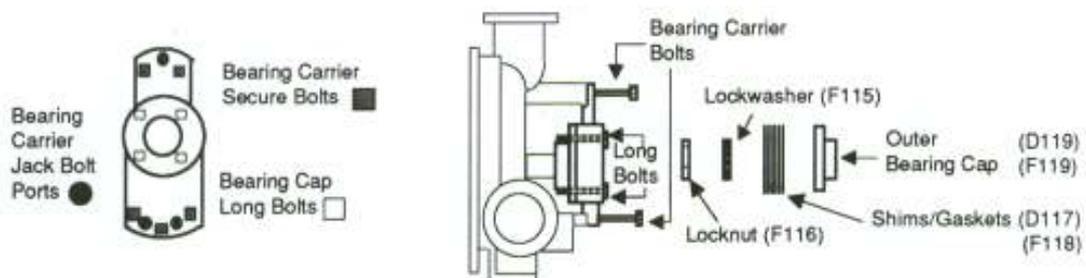

Figura 12. Smontaggio del supporto del cuscinetto
1. Rimuovere il cuscinetto dall'albero (vedi Figura 12.)